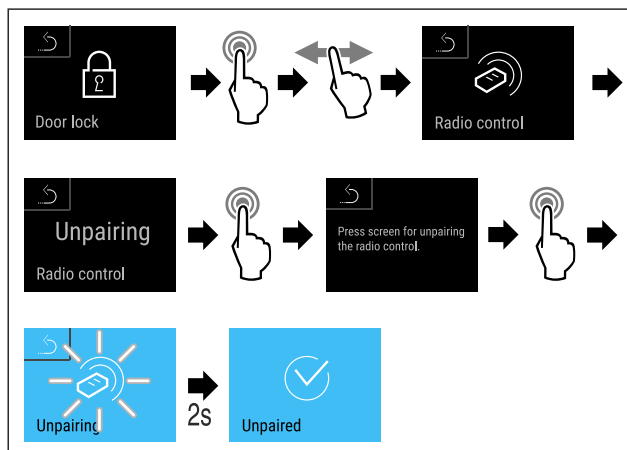

Fig. 102
- Handlungsschritte (siehe Fig. 102) durchführen.